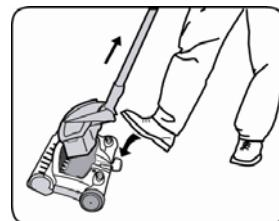

Fig. 10
- Presione la palanca para desatrancar el recipiente de la tierra con su pie. (Fig. 10)